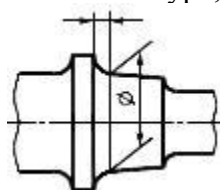
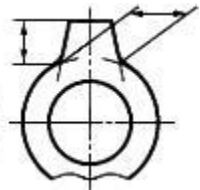

Рис.1.1
Рис.1.2
4. Для нанесения размеров на чертежах используют размерные линии, ограничиваемые с одного или обоих концов стрелками или засечками. Размерные линии проводят параллельно объекту, размер которого указывают. Выносные линии проводят перпендикулярно размерным (рис. 1.1), за исключением случаев, когда они вместе с измеряемым отрезком образуют параллелограмм (рис.1.2). Нельзя использовать в качестве размерных линии контура, осевые и выносные.